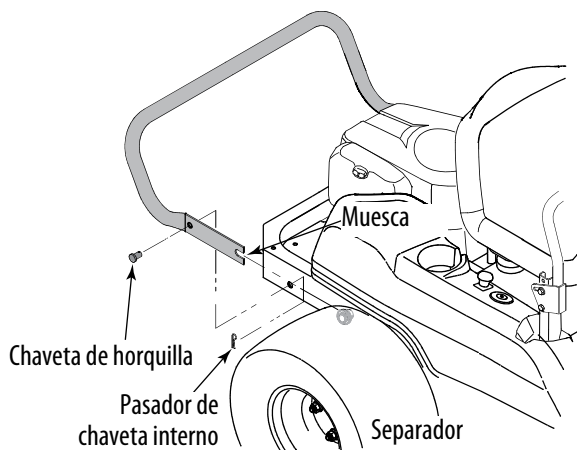

Figura 3-4
- Mientras sostiene el paragolpes trasero, corte la unión del cable que asegura el paragolpes a la ménsula de elevación del motor y retire los pasadores de horquilla de cada lado. Vea la Figura 3-4.
- Extraiga el paragolpes y reposicione para alinear la muesca en cada extremo del paragolpes con el separador a cada lado del bastidor. Deslice las muescas del paragolpes sobre los separadores. Vea la Figura 3-4.